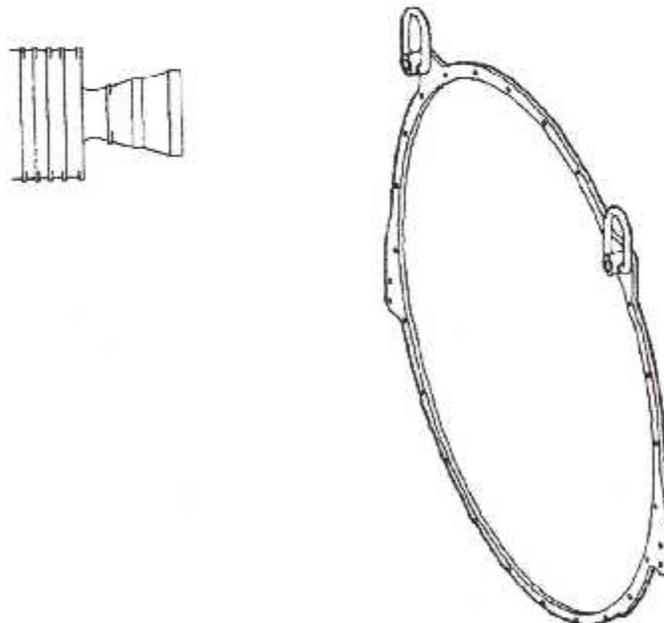

Fig. III. 14: Anneau, 856A1801G01
- a. Si ce n'est pas déjà fait on installe l'Anneau, 856A01801G01 (fig. III. 14).